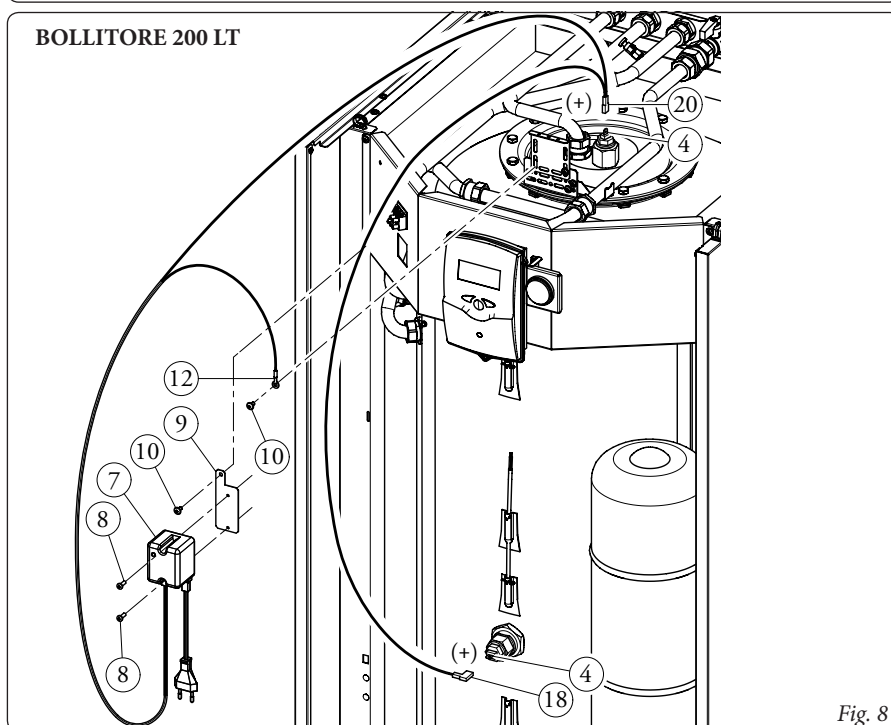

Fig. 8
- Montare la centralina (7) con le viti (8) sulla piastrina di fissaggio (9) (Fig. 8).
- Montare la piastrina (9) sul bollitore utilizzando la vite (10).
- Effettuare il collegamento di messa a terra con cavo nero (12) sul bollitore utilizzando la vite (10).
- Collegare i connettori cavi rossi (20 e 18) ai faston presenti sugli anodi (4). Cavo rosso faston intermedio (20) sul coperchio del bollitore, cavo rosso faston terminale (18) sulla camicia del bollitore.
N.B.: per migliorare il collegamento con l'anodo inferiore e ridurne l'ingombro è possibile sostituire il connettore (18) con quello a bandiera fornito in dotazione con relativa protezione.